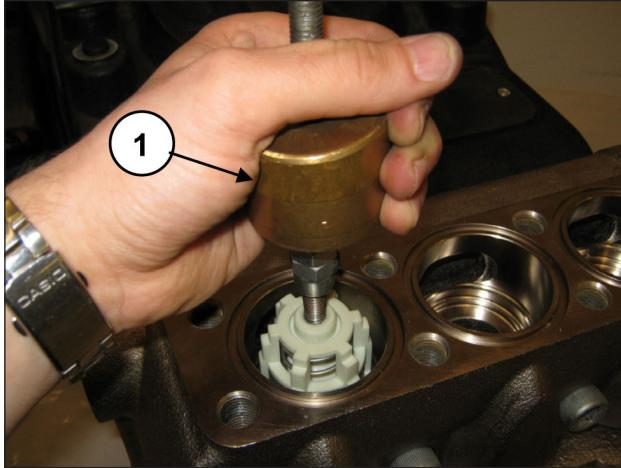

Рис. 137
Извлеките блок нагнетательного клапана с помощью съемника с ударной массой (арт. 27516400), вставив его в отверстие M10 направляющей клапана (поз. ①, Рис. 137), или, в дополнение, переходника M10-M16 (арт. 25089700), установив его на резьбу M16 направляющей клапана.